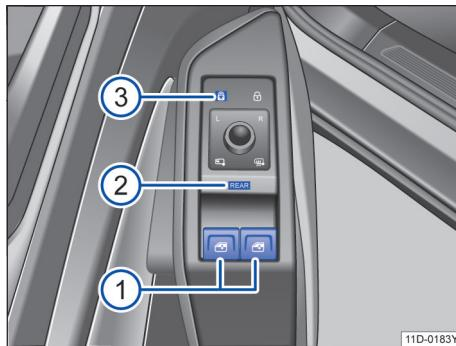

图 57 在驾驶员车门内：前部和后部电动车窗升降器的按钮
- ① 电动车窗升降器的按钮。
② 操作区 REAR 用于激活后部电动车窗升降器以及便捷开启及关闭的操作。
③ 操作区用于关闭后车门内的电动车窗升降器按钮和打开电动儿童安全锁。
默认情况下，可以通过按钮 ① → 图 57 ① 操作前车门内的电动车窗升降器。
REAR 短暂按下操作区 → 图 57 ②，REAR 灯亮起，可激活后车门电动车窗升降器的操作。如果在激活后，未进行任何操作，大约 10 秒后恢复前车门电动车窗升降器的操作，REAR 灯亮熄灭。
按下操作区 → 图 57 ③，以关闭后车门的电动车窗升降器按钮。同时打开电动儿童安全锁。当后车门内的电动车窗升降器按钮被禁用且儿童安全锁打开时，操作区中的指示灯亮起黄色。